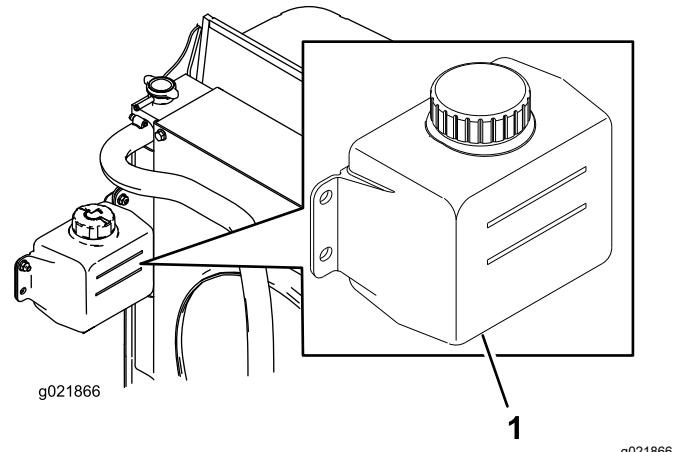

Figure 84
- Vérifiez le niveau du liquide de refroidissement dans le vase d'expansion (Figure 84).